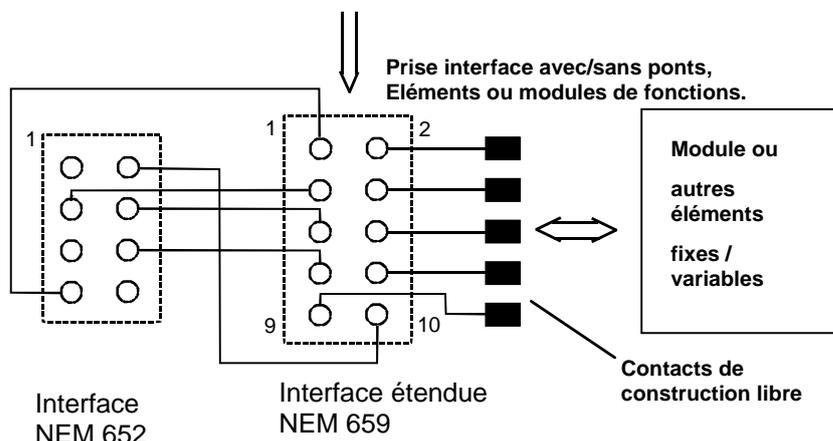

Figure 2 : la représentation montre l'extension d'une interface étendue à 10 pôles selon NEM 652 (voir aussi tableau 2).
**Tableau 2 – Utilisation des contacts selon l'exemple de la figure 2**